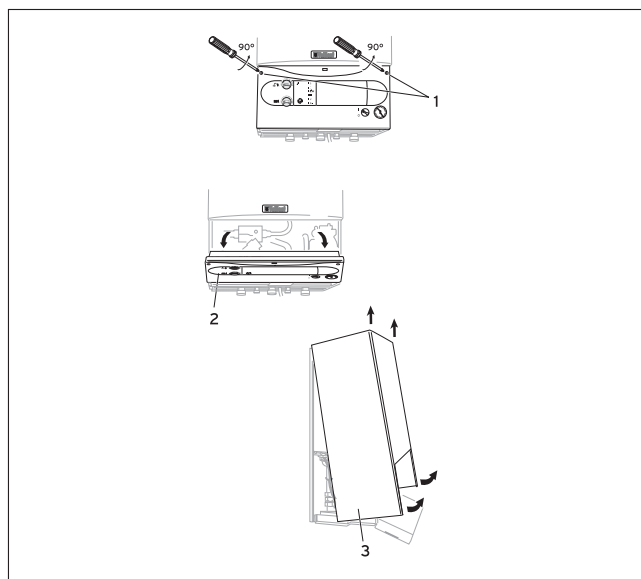

图7.8 打开壁挂炉外壳
7.6 打开壁挂炉外壳(参见图7.8)
- 用一字螺丝刀将面板左右两个螺丝 (1) 逆时针旋转90度,即可松开面板 (2)。
- 将外壳 (3) 底部向前拉,使其脱离底板上的两个固定夹。